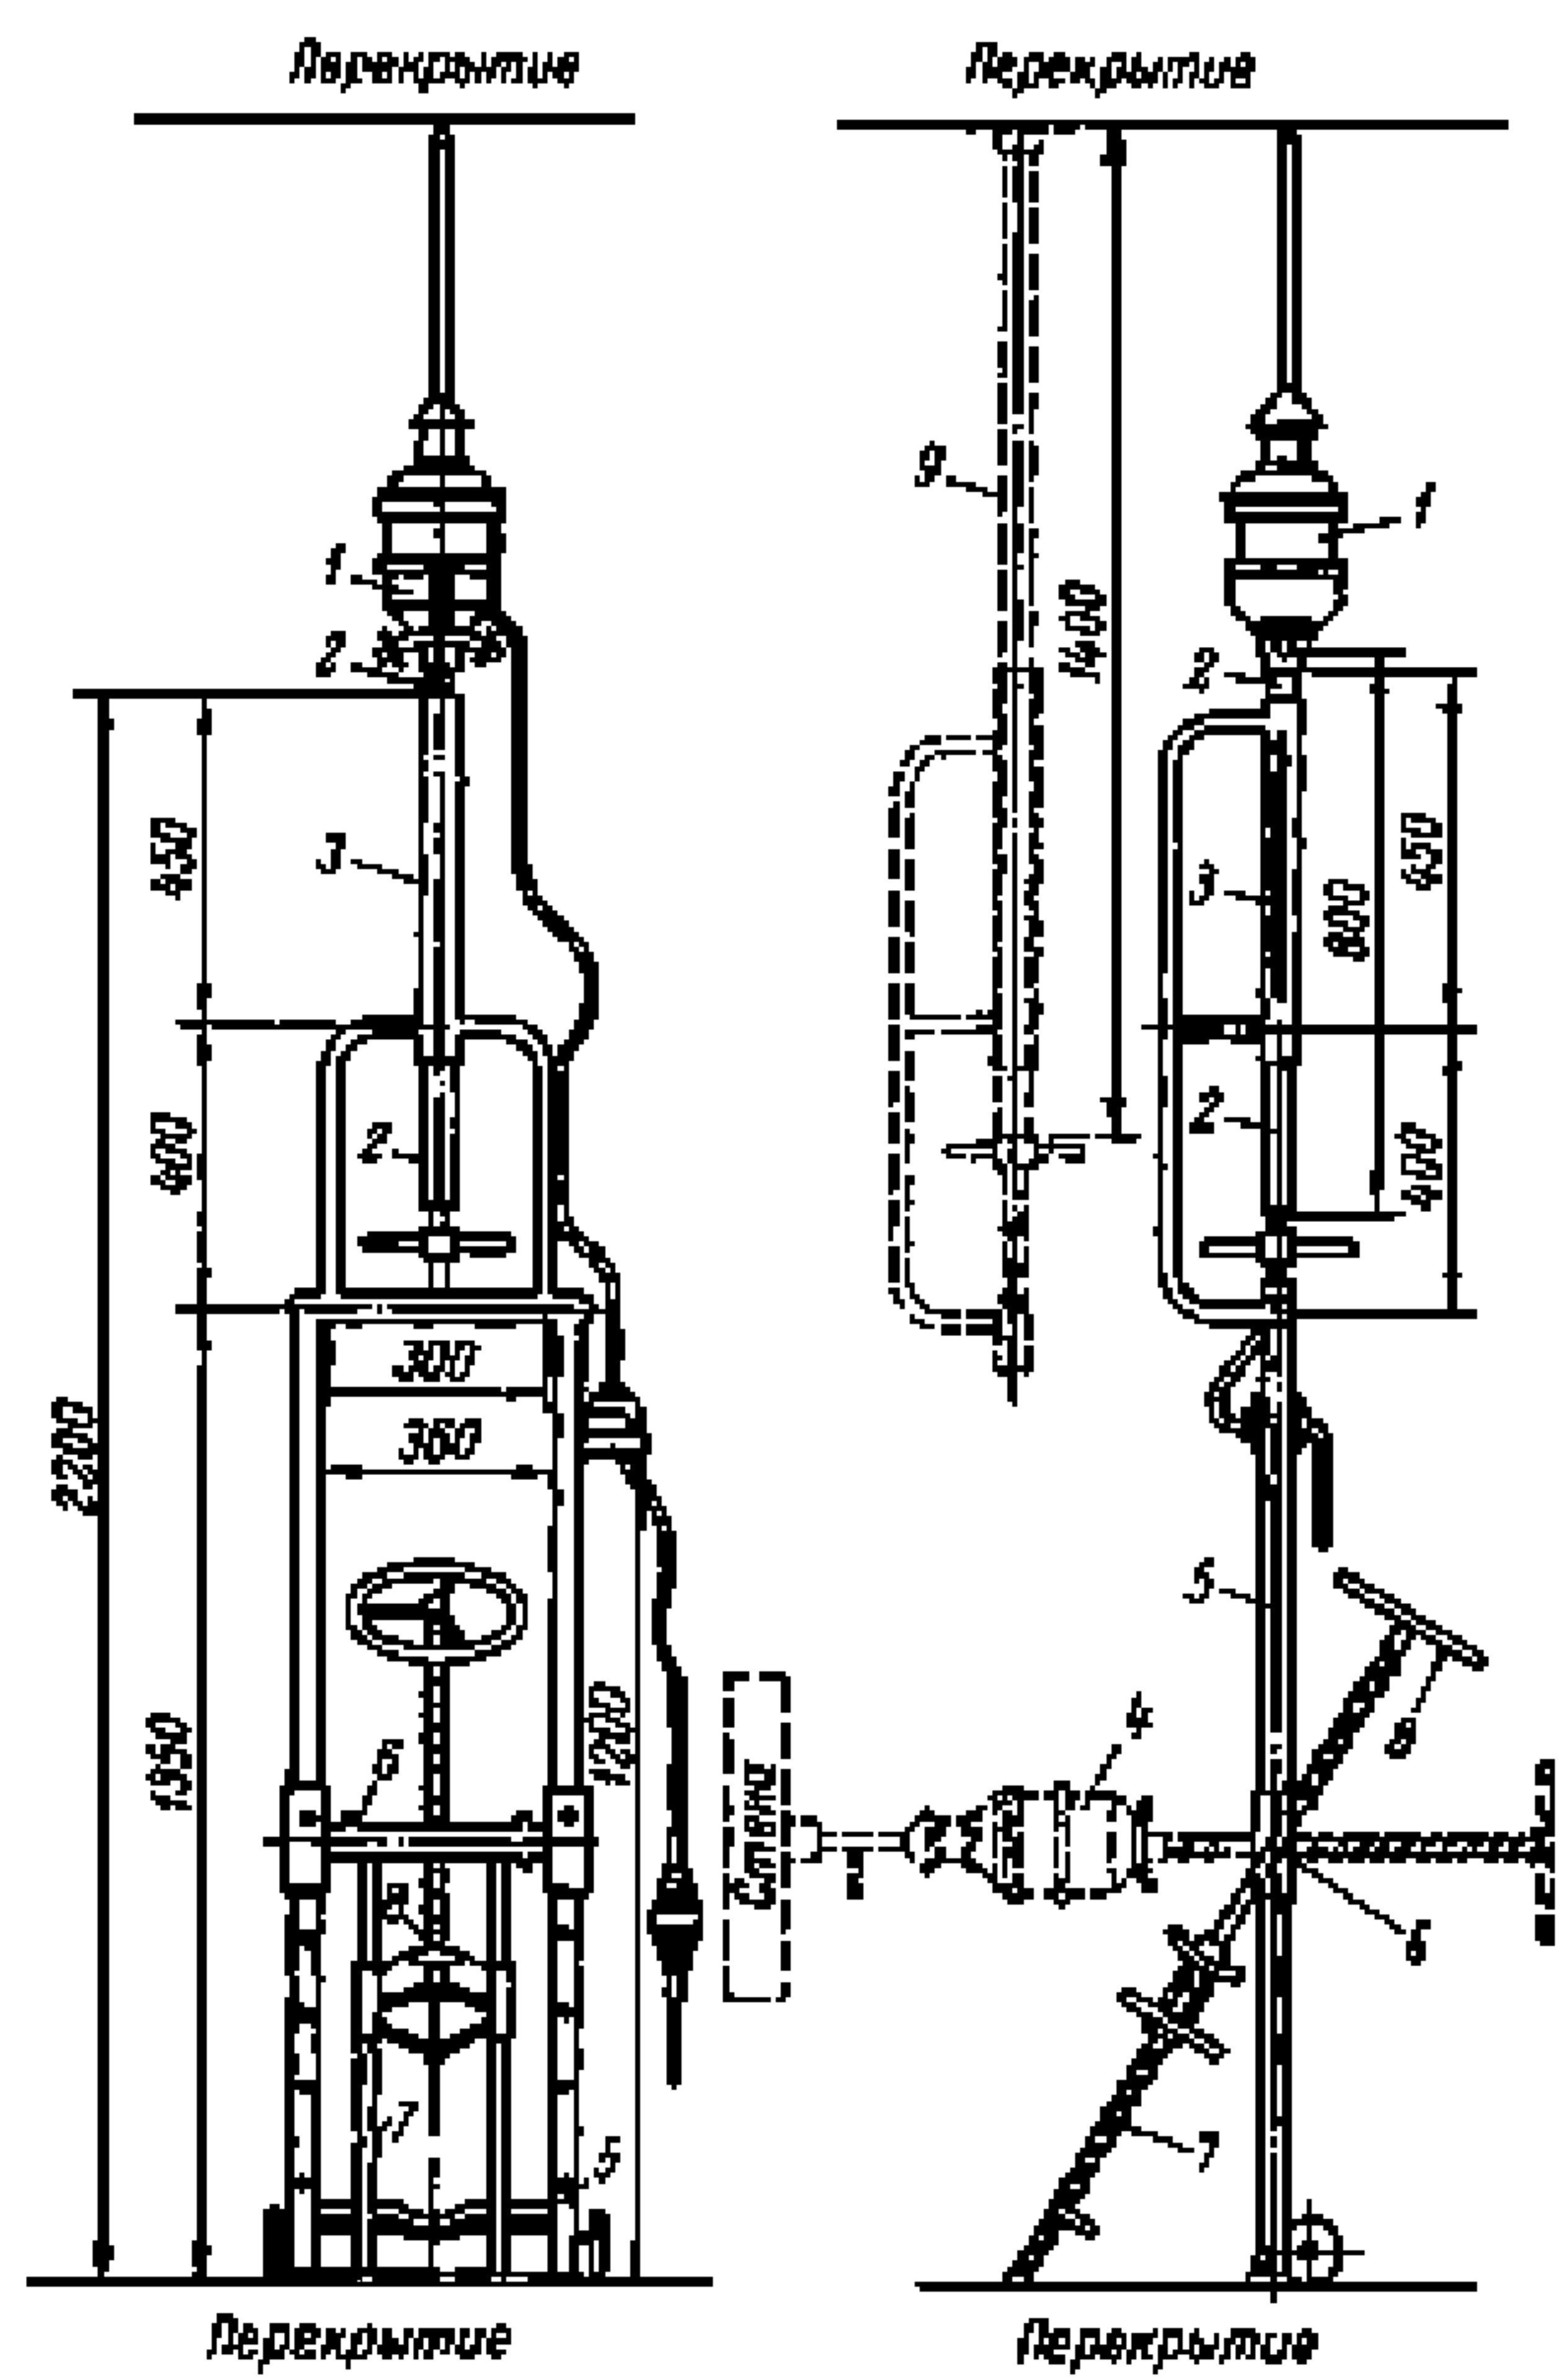
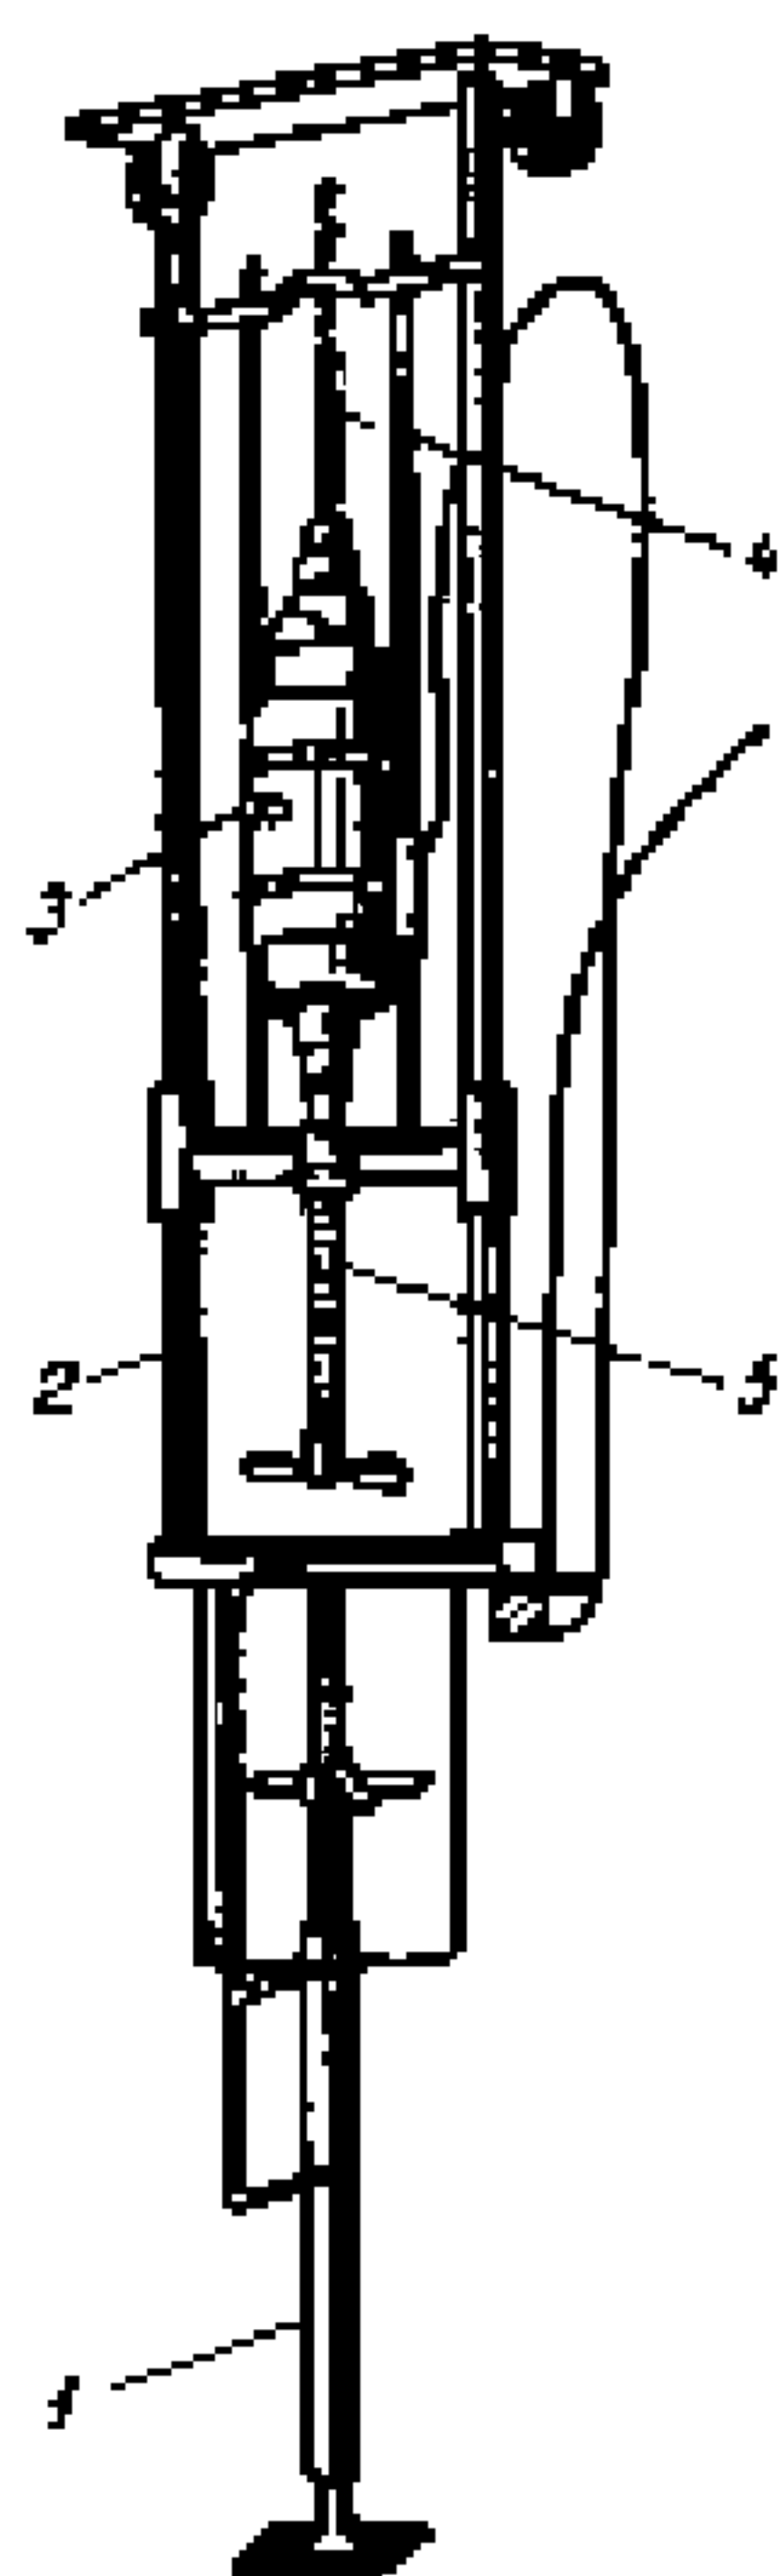
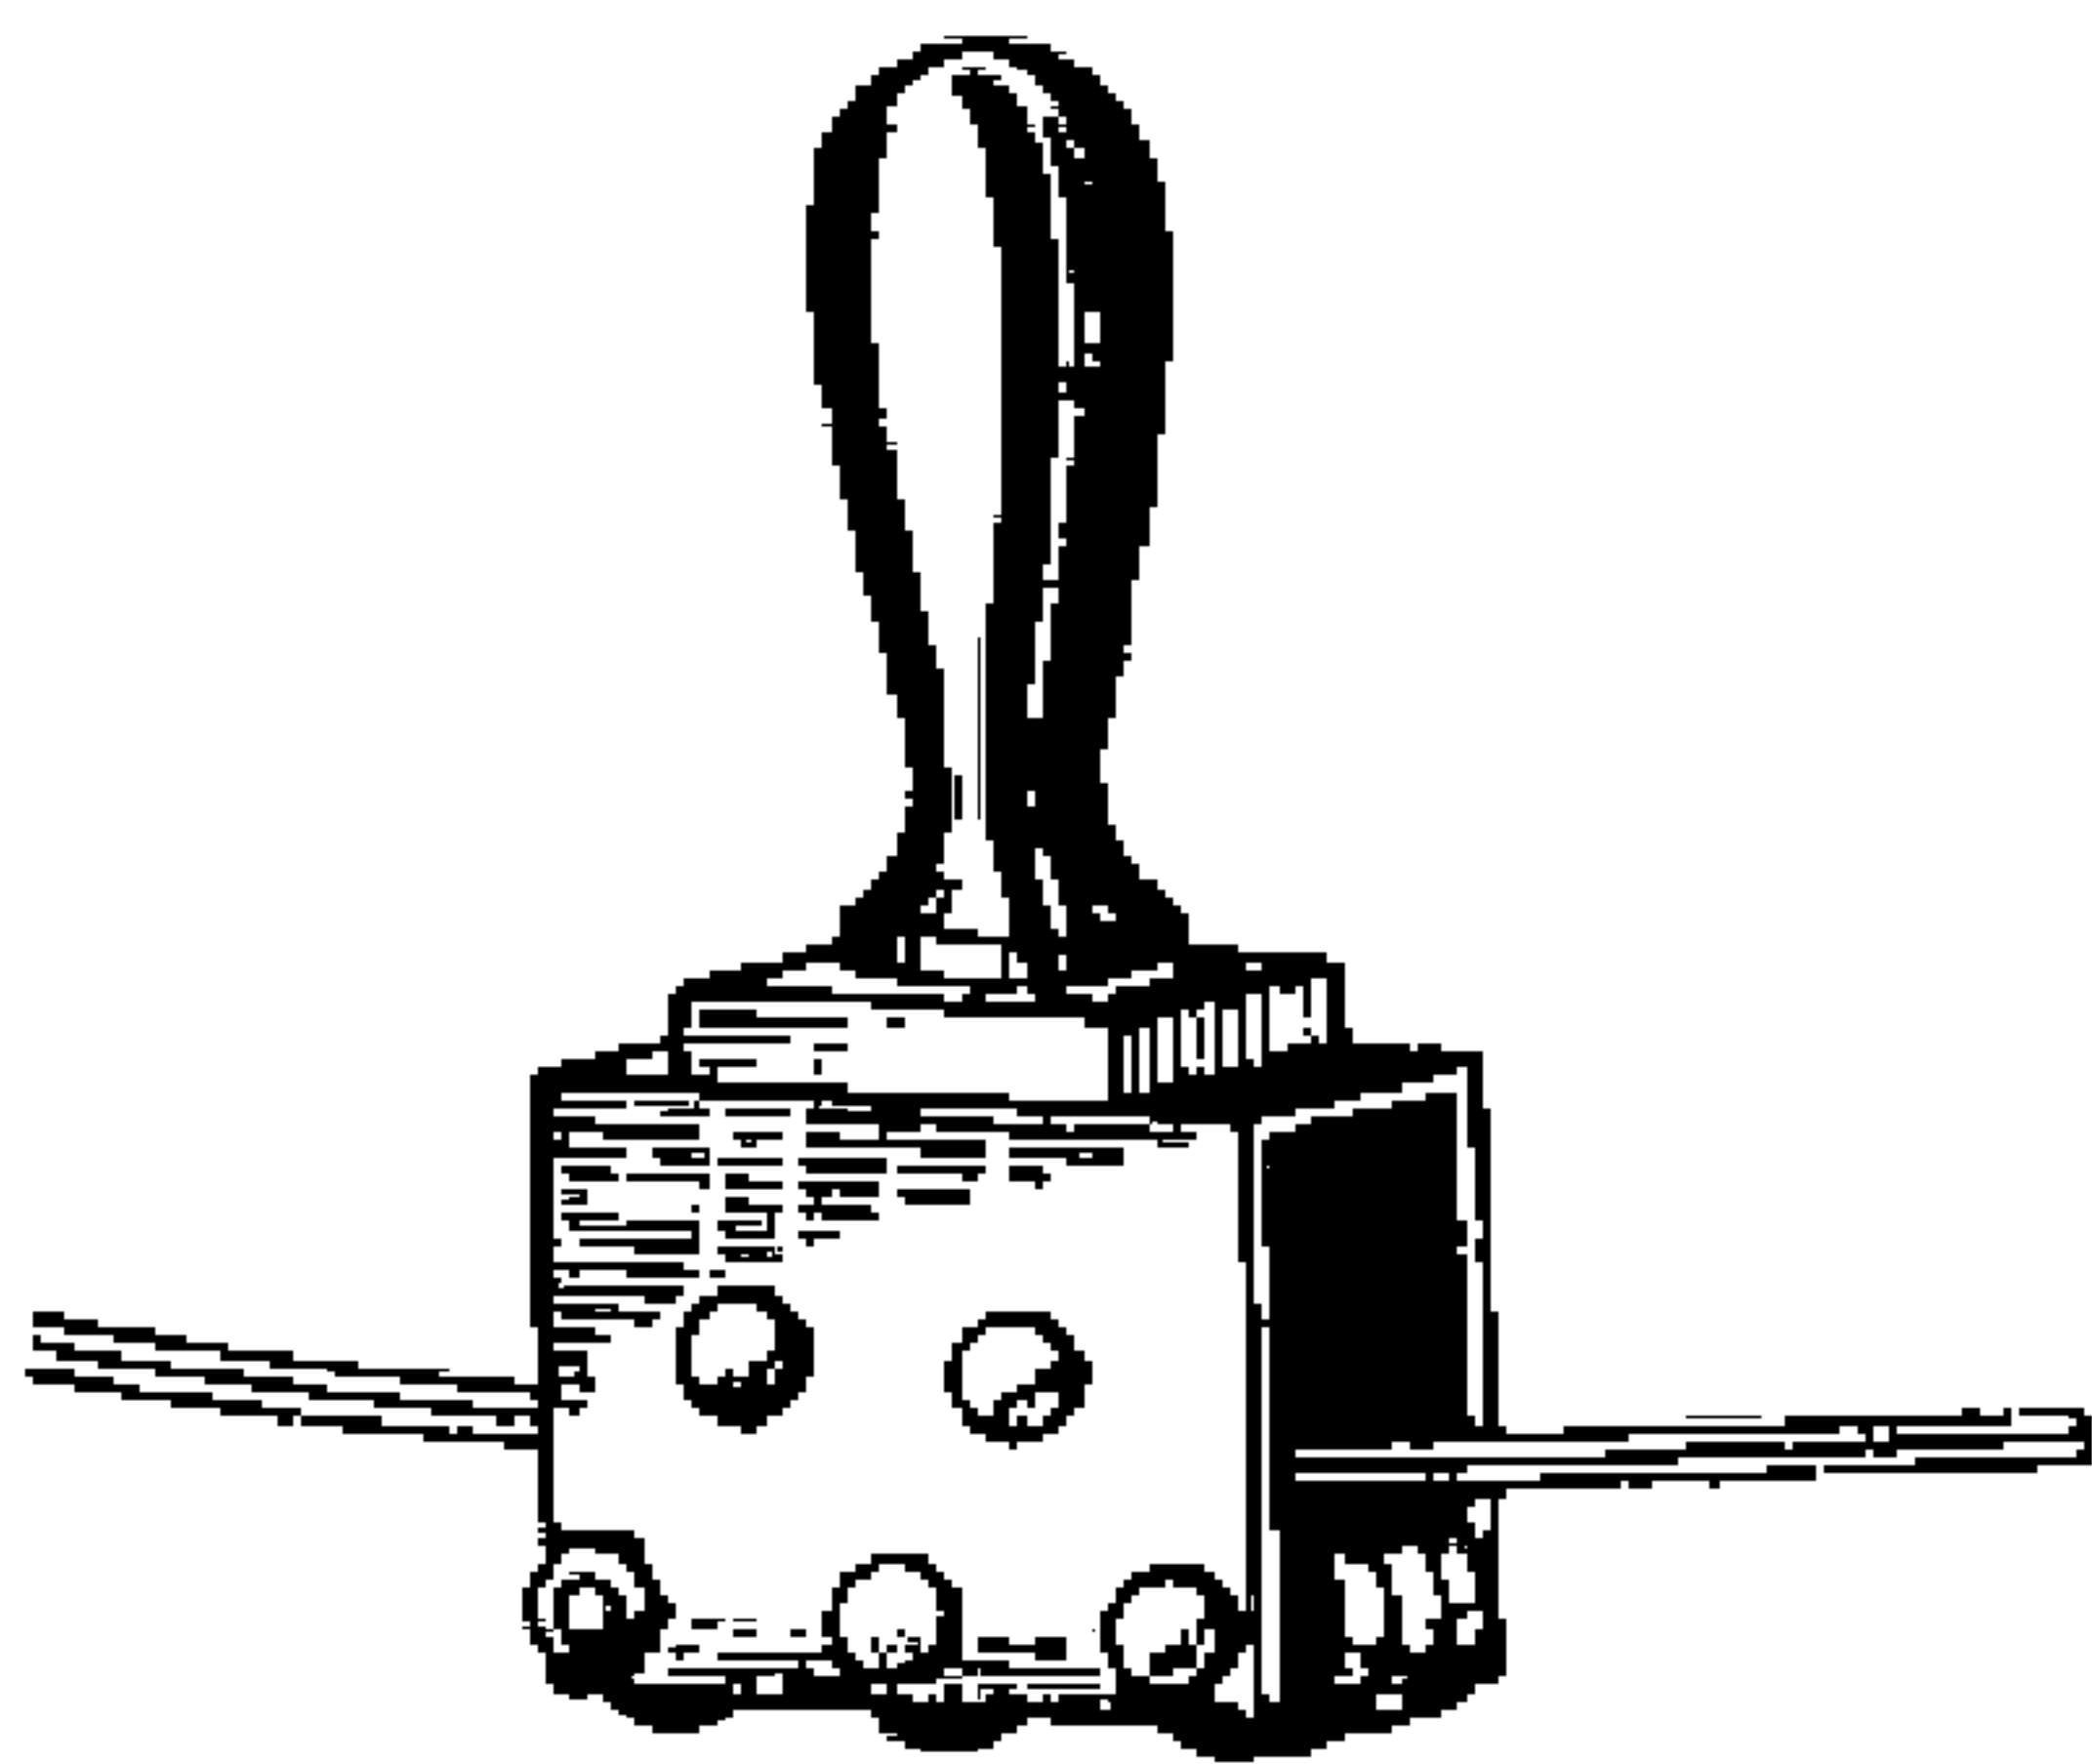

Рис. 1. Станок-стойка для сверления отверстий в полах, потолках и стенах
Рис. 2. Устройство для создания давления на сверло при сверлении отверстий в стенах и перекрытиях
Рис. 3. Приспособление для правки плоских проводов
5. Гнезда и отверстия в кирпичных и бетонных основаниях пробивают с помощью пневматических молотков перфораторов, электромолотков. Для сверления отверстий применяют электросверлилки, для сверления отверстий под любым углом - станок-стойку (рис. 1), для сверления проходов в стенах - специальный штатив, для сверления отверстий в потолке диаметром до 32 мм - станок-стойку (рис. 2) в соединении с винтовым домкратом; борозды и канавки вырубает ручную или с помощью бороздофреза. Для правки проводов применяют специальное приспособление (рис. 3).